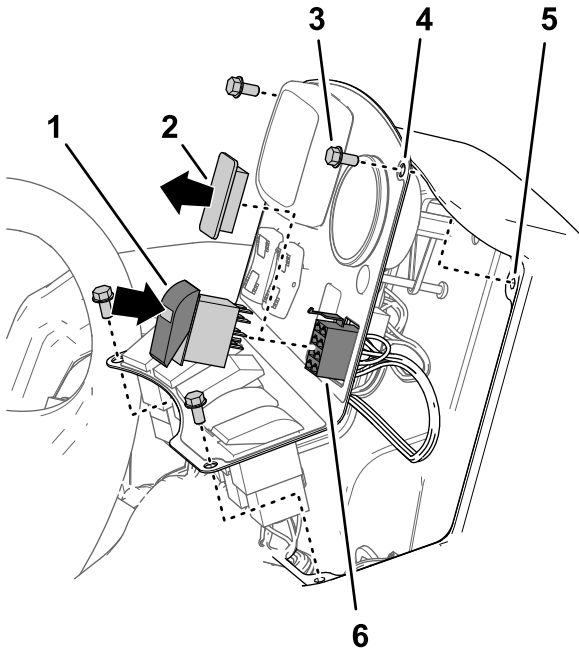

Figure 23
1. S'ils sont présents, retirez les 4 boulons à embase ($\frac{1}{4}$ " x $\frac{1}{2}$ ") qui fixent le panneau de commande sur la console, comme montré à la Figure 23.
2. Retirez le cache à l'emplacement de l'interrupteur dans le panneau de commande de la console (Figure 23).
3. Faites passer le connecteur à 8 douilles du faisceau du kit de finition pour rampes soniques par l'ouverture dans le panneau de commande (Figure 23).
4. Branchez le connecteur à 8 douilles du faisceau du kit de finition pour rampes soniques étiqueté SONIC MODE MANUAL vs. AUTO sur l'interrupteur à bascule (Figure 23).
5. Insérez l'interrupteur à bascule dans l'ouverture du panneau de commande jusqu'à ce qu'il s'enclenche solidement en place (Figure 23).
6. Alignez les trous dans le panneau de commande et les trous au sommet de la console (Figure 23).
7. Fixez le panneau à la console à l'aide des boulons (Figure 23) que vous avez retirés à l'opération 1.